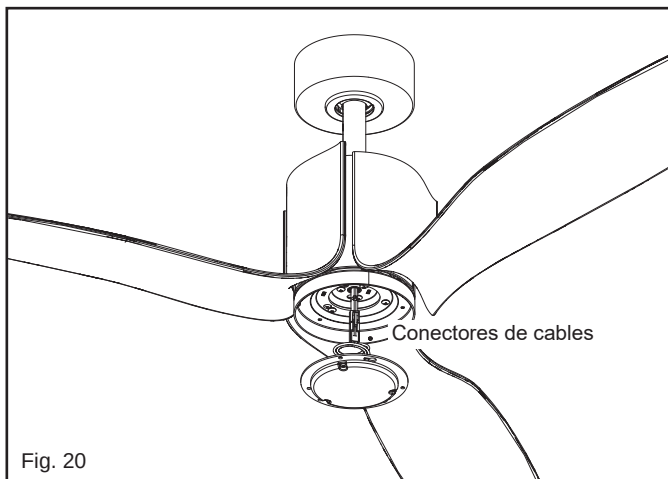

Fig. 20
- 2 Mientras sostiene el conjunto LED debajo del ventilador, realice las conexiones del enchufe polarizado: (Fig. 20)